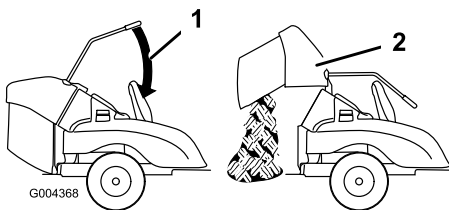

Figura 16
3. Eleve o saco de recolha empurrando a alavanca DFS e puxando para baixo (Figura 16).